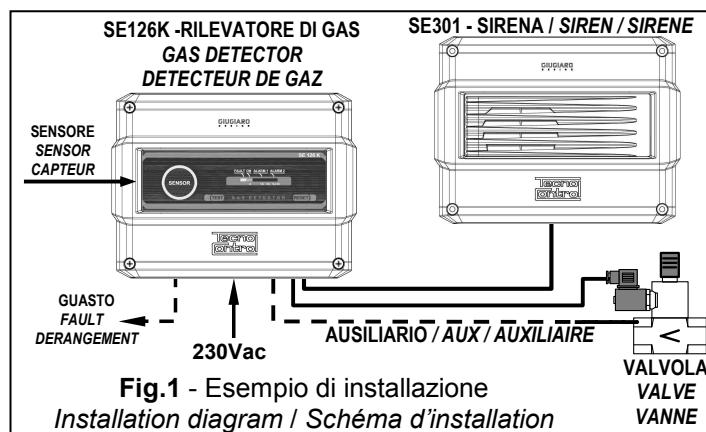

Fig.1 - Esempio di installazione
**Fig. 1** shows a typical mains supply wiring diagram with alarm siren and normally closed solenoid valve.
En **figure1**, un exemple de raccordement sur secteur avec sirène d'alarme et électrovanne normalement fermée.